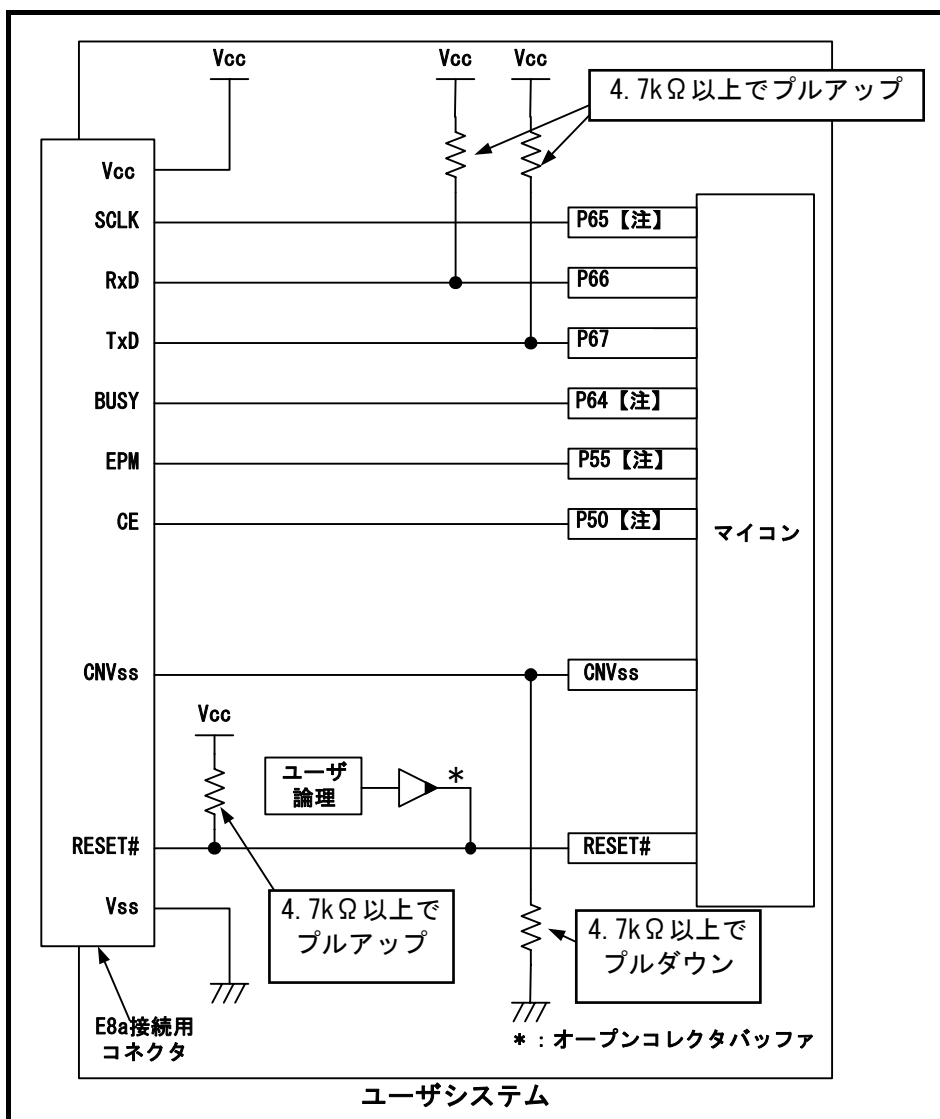

図 4.1 E8aの接続例(単一電源かつシングルチップモードの場合)
- 単一電源かつシングルチップモードの場合： 図 4.1参照